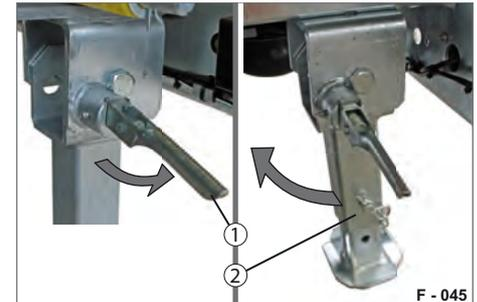

Abb. 65 Klappstütze einklappen
- ▶ Federriegel (Abb. 65/1) in waagerechte Stellung ziehen.
- ▶ Klappstütze (Abb. 65/2) hochklappen (in waagerechte Stellung), mit dem Federriegel (Abb. 65/1) arretieren. Federriegel schnappt ein.